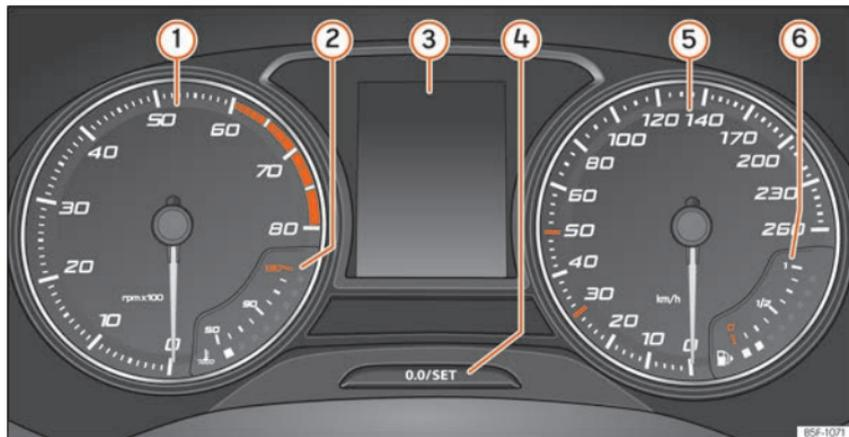

Fig.111 Quadro strumenti nel cruscotto.
Spiegazioni sugli strumenti » **fig. 111:**
Il contagiri indica il numero di giri del motore al minuto »» fig. 111 ①.
La lancetta del contagiri ① »» fig. 111 dovrebbe rimanere il meno possibile nel settore rosso, altrimenti si rischia di danneggiare il motore.
All'accensione del quadro strumenti, sul display »» fig. 111 ③ vengono visualizzate informazioni differenti, a seconda dell'equipaggiamento del veicolo:
- Premere brevemente il pulsante **»» fig. 111**  per riportare il contachilometri parziale a 0.
- Per regolare l'orologio, mantenere premuto il pulsante **»» fig. 111**  per più di 3 secondi per selezionare l'indicatore delle ore o dei minuti.
Mantenere premuto il pulsante » fig. 111  per più di 15 secondi per visualizzare la sigla del motore (LDM) del veicolo. A tal fine, l'accensione deve essere inserita e il motore spento.